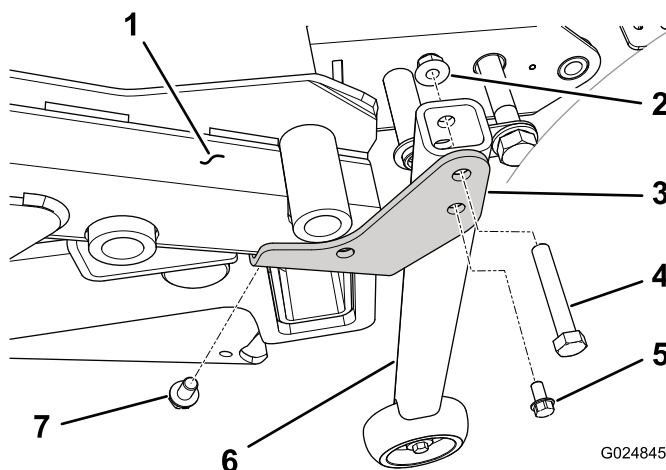

図 96
7. シリアル番号が 313000001 よりも大きいトラクションユニットでは、コンバージョンブラケット左右の区別ありをデッキの左右の後コーナーに取り付けるタッピングねじ 3/8 x 5/8 インチを使用する 図 96。
8. コンバージョンブラケット左右ありに垂直チューブサポートアセンブリを取り付けるねじ 3/8 x 2-1/4 インチ と フランジナット 3/8 インチを使用する 図 96。